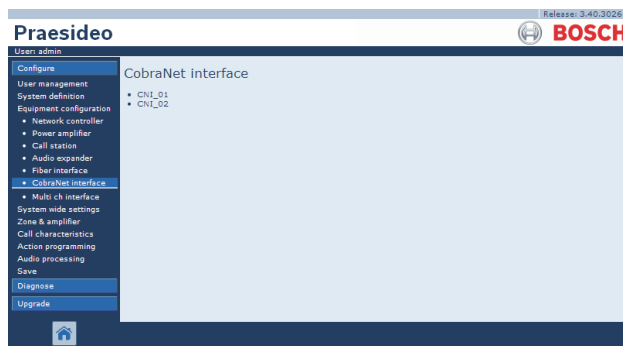

figura 44.38: Configurazione interfaccia CobraNet, passaggio 1
- 1 Passare a *Configure > Equipment configuration > CobraNet interface*. Nella cornice principale dell'interfaccia web, appare una schermata simile a quella in figura 44.38.